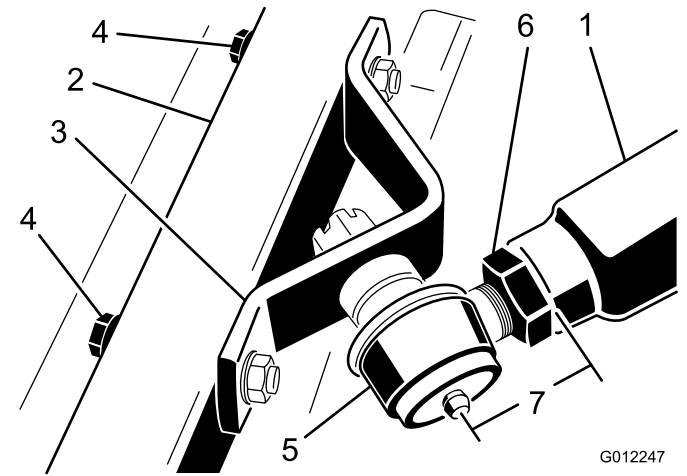

Bild 9
2. Drehen Sie das Kugelgelenk in den rechten Schubarm, bis die Mitte des Kugelgelenks ca. 60 mm von der Vorderseite des Schubarms entfernt ist (Bild 9).
6. Ziehen Sie die große Klemmmutter fest, mit der das Kugelgelenk am Schubarm befestigt ist (Bild 9).